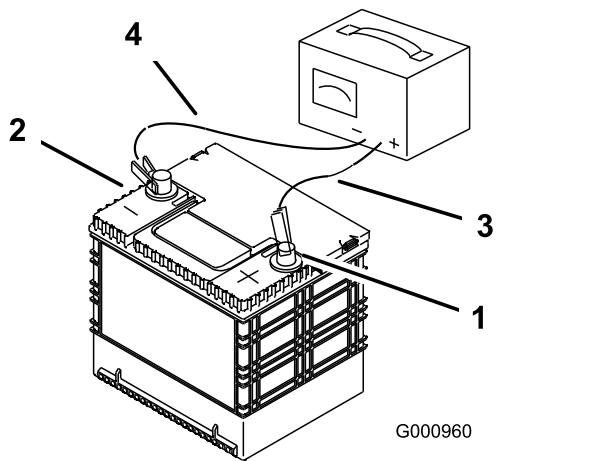

Figura 62
2. Quando la batteria è completamente carica, staccate il caricabatterie dalla presa elettrica e scollegate i cavi di ricarica dai poli della batteria (Figura 62).